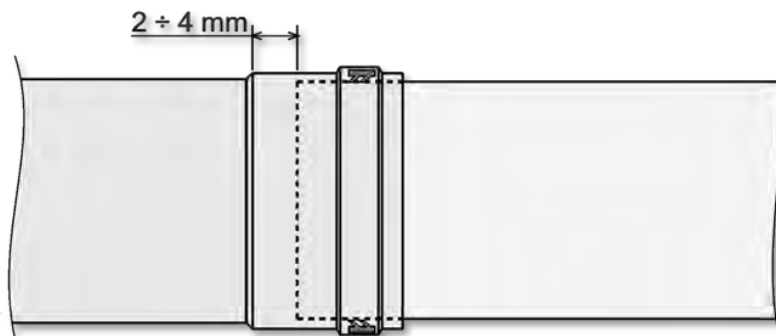

Рис. 35
- На этапе установки дымоотводов длиной более метра следует учитывать естественное расширение материалов при нагревании. Для предупреждения деформации на каждый метр трубы следует оставлять люфт 2 – 4 мм. (См. Рис. 35).